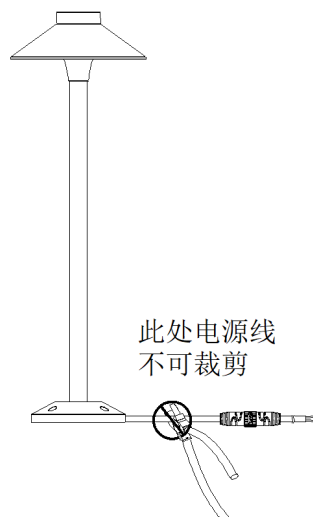

图 4
2. 电源输入线防虹吸接头是灯具防水可靠性的一部分，灯具与防虹吸接头之间电源线不可裁剪<图4>。